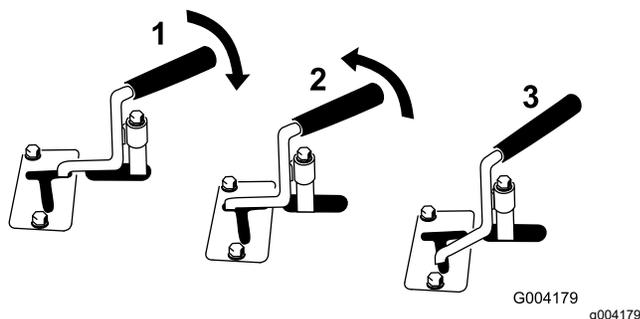

図 12
- 油圧アタッチメントを前方に動かすには補助油圧レバーを後方に回し、押し下げて基準バーに当てる(図 12, No. 1)。
- 油圧アタッチメントを後方に動かすには補助油圧レバーを後方に回し、左に動かして上のスロットに入れる(図 12, No. 2)。
注 前位置でレバーから手を離すと、レバーは自動的にニュートラル位置に戻る(図 12, No. 3)。後位置にある時には自動的にニュートラルにはならず、スロットから出すまでスロット内にある。